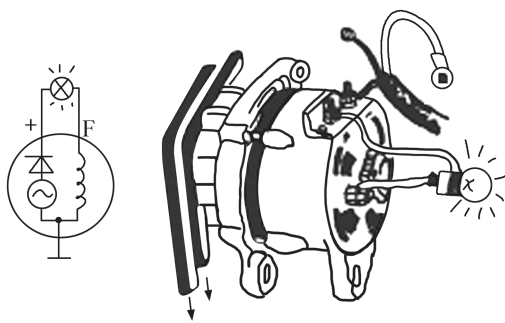

图 2-19 用试灯检查发电机发电量
- (1) 首先检查皮带是否过松或油污造成打滑,察看各连接线头有无明显脱落。
(2) 拆下发电机电枢和磁场接线柱导线, 用试灯的两根导线分别触及电枢(B+)和磁场(F)接线柱, 如图 2-19 所示。起动发动机, 逐渐提高转速进行试验。如试灯发红, 可再提高转速试验, 观察试灯亮度是否随转速提高而增亮。若亮度增加不多, 则为发电机内部故障, 应拆检发电机; 若试灯亮度随转速提高而增强, 则说明发电机良好, 应检查调压器及其外部励磁电路。